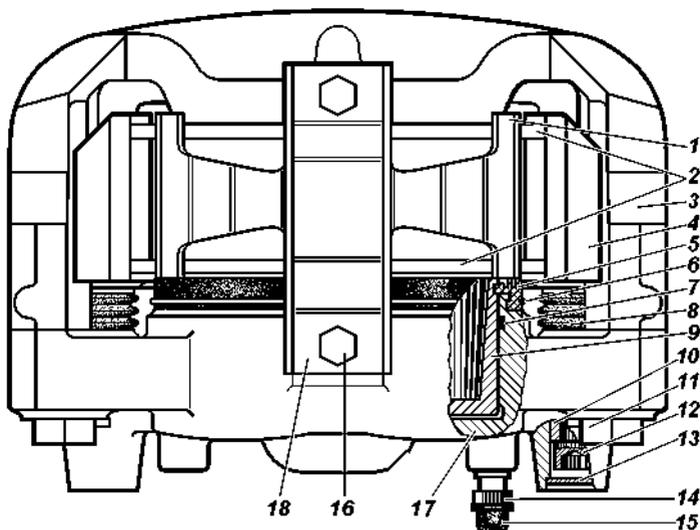

Рис. 9.28. Передние дисковые тормоза:
**Дисковые тормозные механизмы передних колес.** Для осмотра тормозных колодок 2 (рис. 9.28) установите автомобиль на горизонтальной площадке, затормозите стояночным тормозом. Осмотр колодок проводите через окно в суппорте 4. Если фрикционные накладки износились до толщины 1,5-2,0 мм, то замените колодки новыми. Замену производите на обоих передних тормозах.